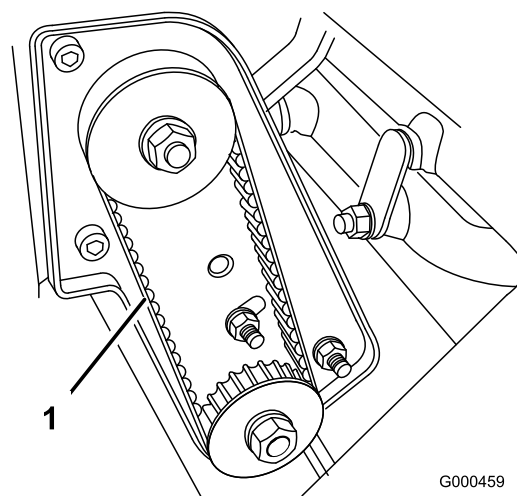

Figura 37
2. Verificate la tensione premendo sulla cinghia (Figura 37) al centro tra le pulegge, applicando una forza di $2 \pm 0,5$ kg. La cinghia deve flettersi di